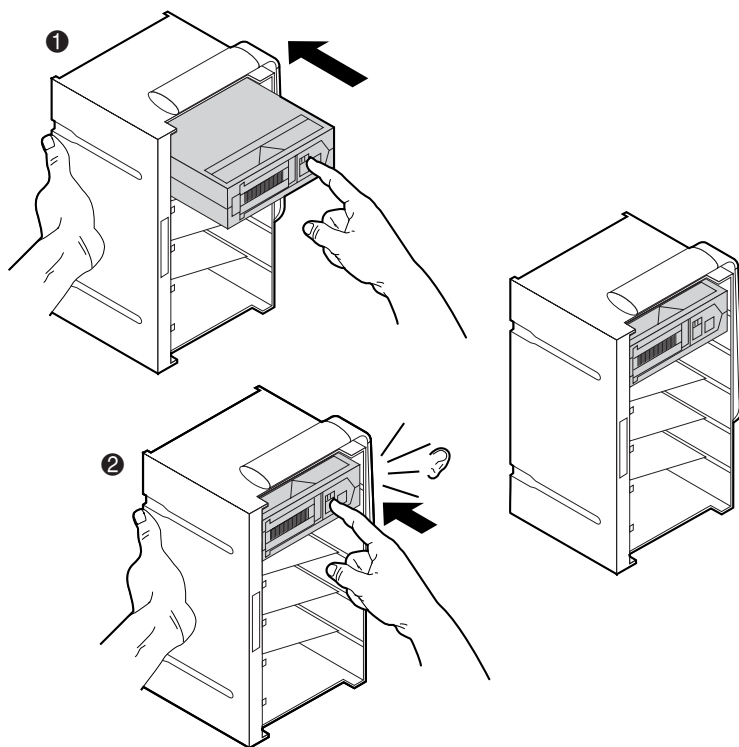

Abbildung 2-14: Einlegen einer Bandkassette (Magazin für sechs Kassetten)
1. Legen Sie die Bandkassette in ein Lademagazin ein (❶ Abbildung 2-14).
2. Drücken Sie die Kassette hinein, bis sie hörbar einrastet (❷ Abbildung 2-14).